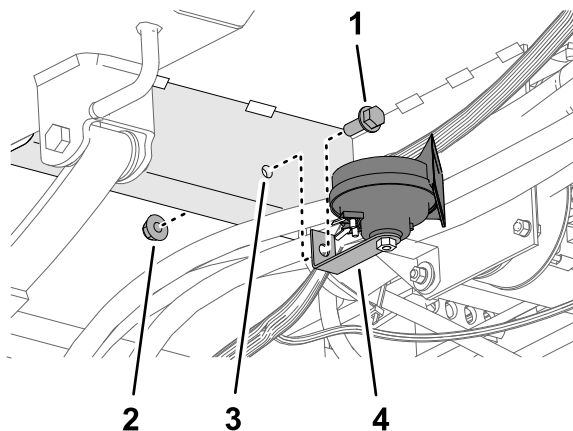

Figura 36
1. Alinee el taladro del soporte del claxon con el taladro de 10 mm del ángulo de la chapa de suelo, junto a las mangueras hidráulicas de la dirección (Figura 36).
2. Monte el soporte del claxon en el ángulo de la chapa de suelo (Figura 36) con un perno con arandela prensada (3/8" x 1") y una contratuerca con arandela prensada (3/8").